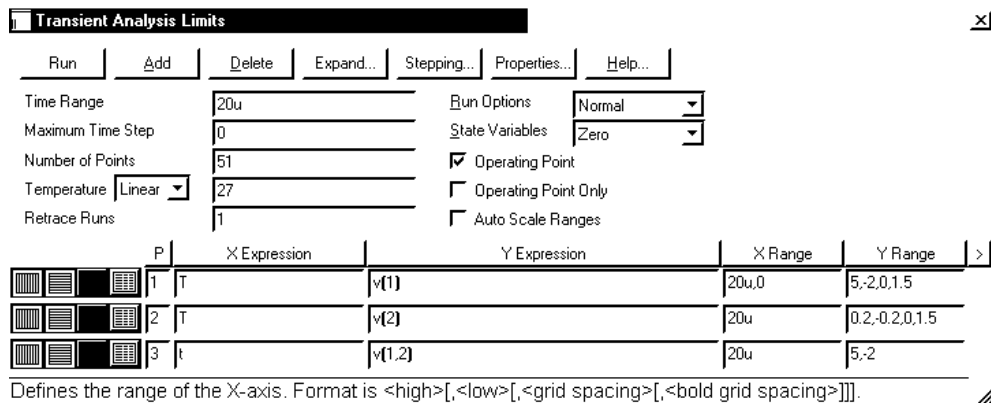

Рисунок 1.5. Окно задания параметров моделирования **Transient Analysis Limits**
При отсутствии ошибок открывается окно задания параметров моделирования **Transient Analysis Limits** (рисунок 1.5).
- Заданием временного интервала горизонтальной развертки графиков **Time Range** (рисунок 1.5), добиться получения установившегося режима (см. рисунки 1.8-1.10).